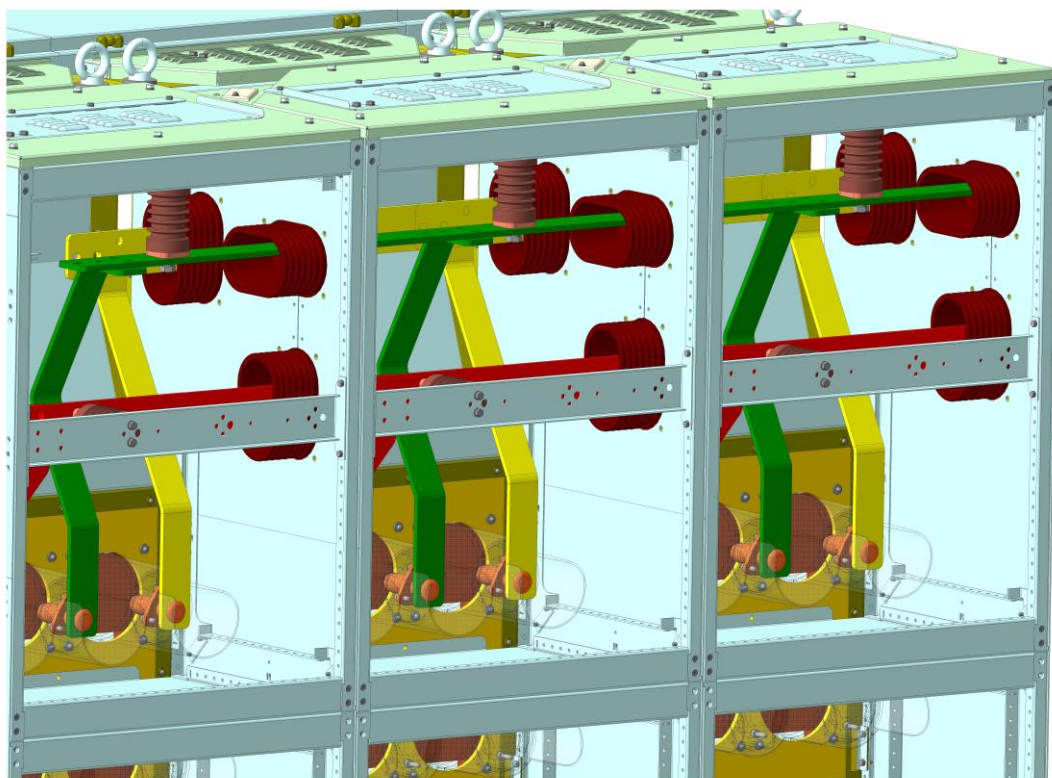

Рисунок 5 – Разделение отсеков сборных шин пошкафно с помощью металлических перегородок с проходными изоляторами
- 1 Руководящими документами устанавливается, что рукоятки аварийного ручного привода ВЭ и ЗР и магнитный ключ (рисунок 5), предназначены ТОЛЬКО для пуско-наладочных работ и проведения операций при потере оперативного питания или в случае неисправности электрического привода, электромагнитного блок-замка или электромагнитного ключа. Запрещается использование рукоятки аварийного ручного привода и магнитного ключа оперативным персоналом для проведения переключений до подтверждения неисправности электрического привода, электромагнитного блок-замка или цепей блокировки уполномоченным лицом, ответственным за техническое состояние блокировки. В этом случае блокировка существенно упрощается, т.к. для электрических приводов будет применена только электрическая блокировка.